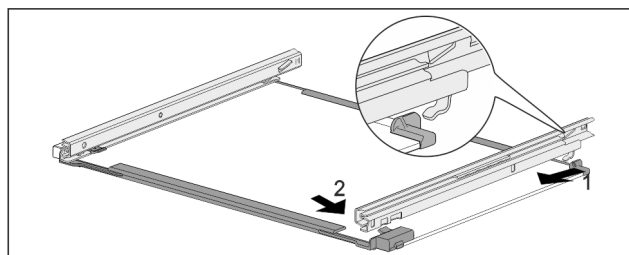

Fig. 191 Glashylla med skenor
- ▶ Haka fast skena baktill. Fig. 191 (1)
- ▶ Haka fast skena framtill. Fig. 191 (2)